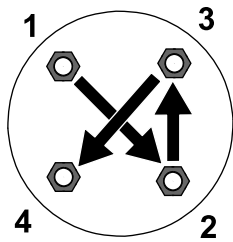

Figura 9
- Apriete las tuercas de rueda (en un patrón cruzado, tal y como se muestra en la Figura 9), a entre 108 y 122 N·m.